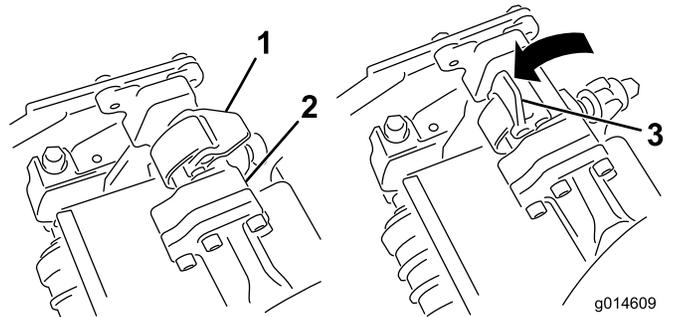
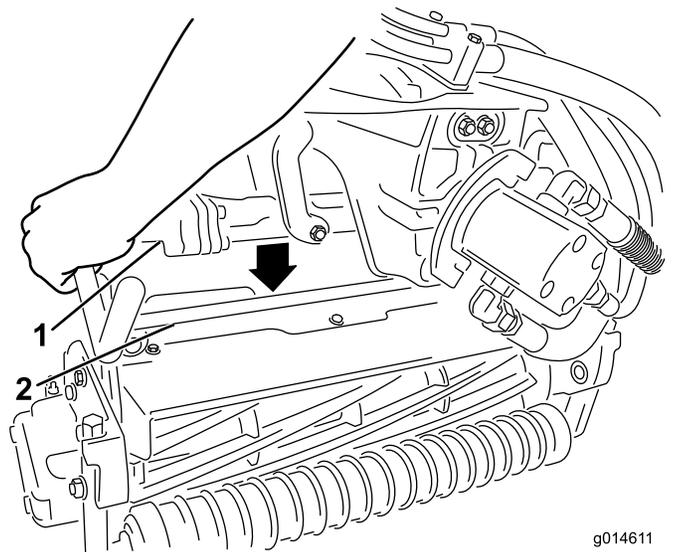

図 36
図 37
4. サスペンションアームのバーについているラッチを上向き開いた状態にして **図 36**、サスペンションアームを押し下げて、バーを、カッティングユニットのバーの上に被せるようにする **図 37**。
5. ラッチを下げて閉じるとカッティングユニットのバーがロックされてユニットがアームにセットされる **図 36**。
5. 取り外したいカッティングユニットのサスペンションアームのバーについているラッチを開く **図 36**。